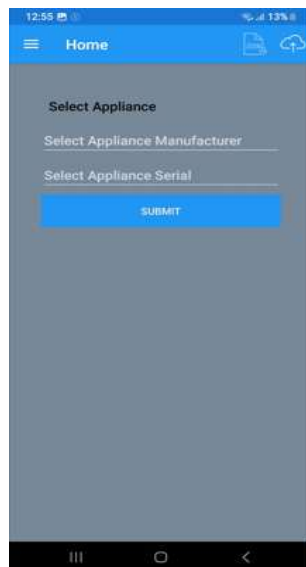

Figure 33 Écran d'accueil de l'application mobile
- L'écran d'accueil de l'application mobile est illustré à la figure 33, cliquez sur le bouton de connexion pour télécharger les données de l'enregistreur de données.